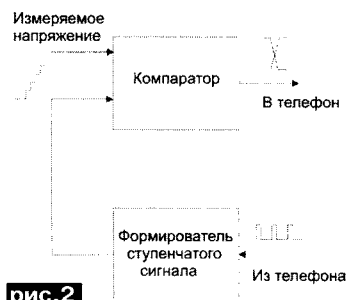

рис.2
2. Аналого-цифровой преобразователь (АЦП). Это может быть самостоятельное устройство. Например, микросхема (K572ПВ1,2 и др.) и преобразователь параллельного кода в последовательный с дальнейшей передачей сигнала в мобильный телефон. Возможна аппаратно-программная реализация АЦП. Структурная схема этого решения изображена на рис.2.